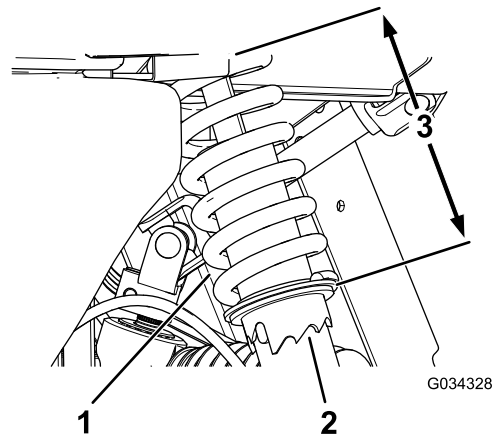

图 45
1. 使用 6010 号 Toro 工具旋转减震器上锁止环改变弹簧的长度图 45。